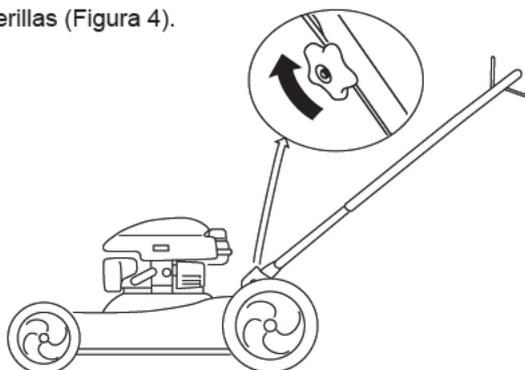

Figura 4
3. Empuje el mango y ajustes las perillas (Figura 4).